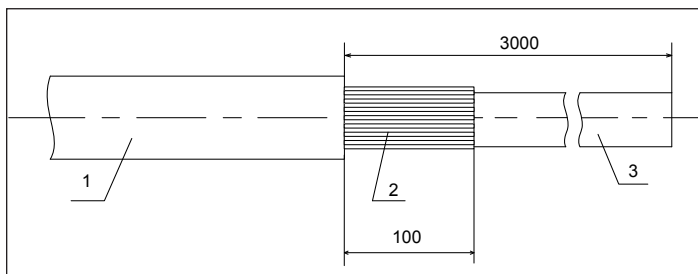

Рисунок 4.3 – Схема разделки ОК с бронепокровом из одного повива стальных оцинкованных проволок
4.1.5 Произвести разделку ОК с бронепокровом из одного повива стальных оцинкованных проволок, специальными инструментами в соответствии с принятой технологией и рис. 4.3.